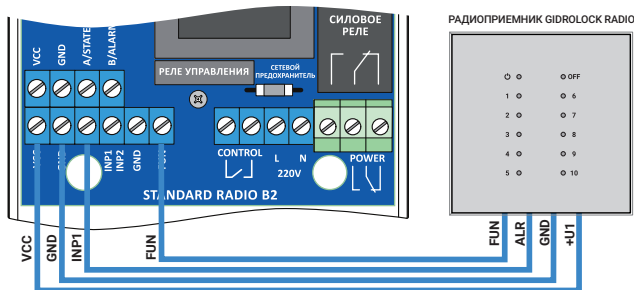

Рис. 7. Схема подключения радиоприемника GIDROLOCK RADIO
**GIDROLOCK RADIO**. Схема подключения приведена на рис. 7. К одному радиоприемнику GIDROLOCK RADIO можно подключить до 10 беспроводных радиодатчиков WSR, и до 10 радиопультов GIDROLOCK «ЗАКРЫТЬ/ОТКРЫТЬ». Клеммы **FUN** – **OUT1**: можно использовать для управления состоянием шаровых электроприводов посредством SMS команд (ЗАКРЫТЬ/ОТКРЫТЬ).